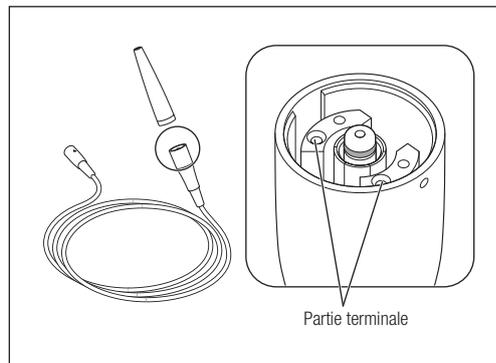

Fig. 37
- N'utilisez pas un bâton pointu ou ne poussez pas la partie terminale lorsque vous nettoyez la fiche de connexion du cordon de la pièce à main. Cela peut causer des dommages, entraînant une défaillance du contact (Fig. 37).